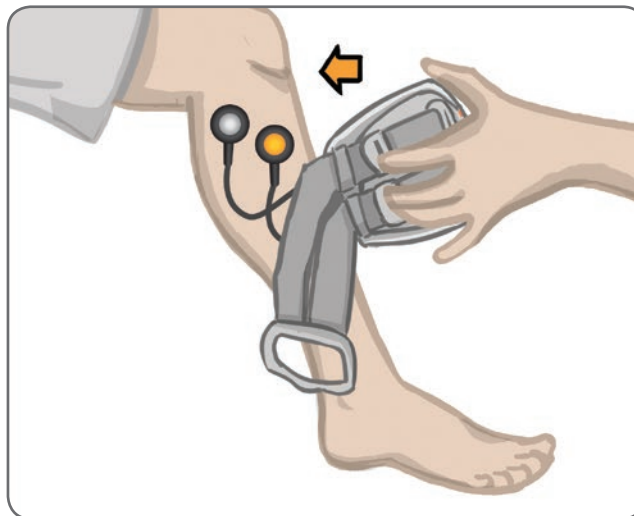

Ilustración 8-5: Colocación del localizador debajo de la rótula
6. Coloque el localizador de la banda de EF de la parte inferior de la pierna debajo de la rótula, sobre la meseta tibial. Consulte la ilustración 8-5. Asegúrese de que la banda de EF no toca las bases de los electrodos. El localizador debería quedar cómodamente ajustado bajo el polo inferior de la rótula.